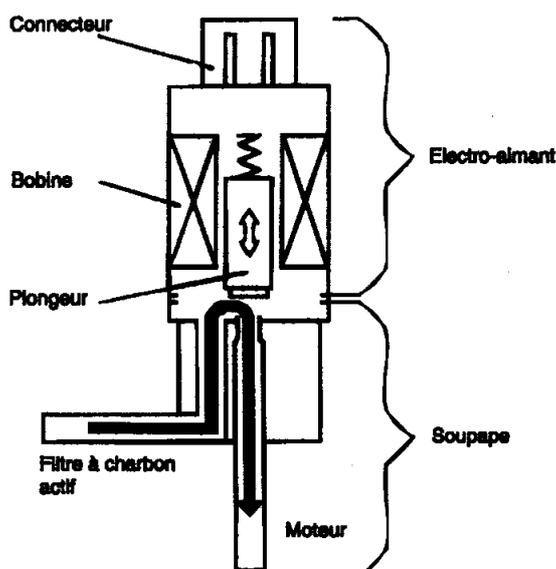

Fig. 26 Fonctionnement de l'électrovanne
- La vanne est alimentée dès la mise sous contact (position fermée). Le calculateur commande l'électrovanne en appliquant ou en supprimant un courant négatif, en fonction des paramètres moteur tels que, la température, le régime et la charge moteur (fig. 26).